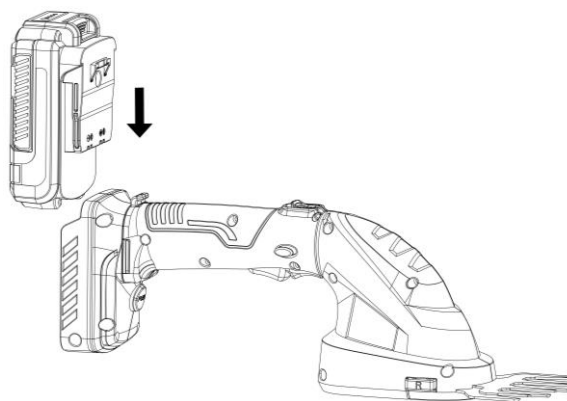
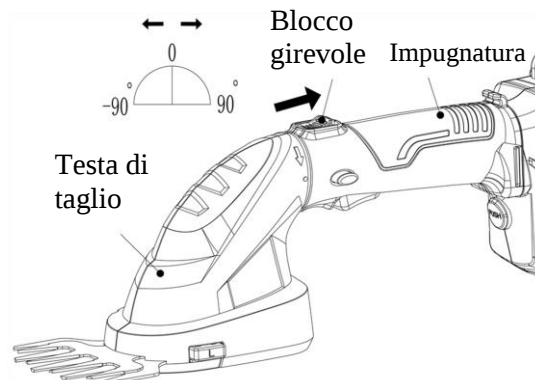

Fig. 3
Fig. 4
4.4- Installazione/rimozione del pacco batteria (6)
- Inserire completamente il pacco batteria nel vano batteria per installarlo. Fare riferimento alla Fig. 3.
- Per rimuovere il pacco batteria, premere il pulsante di rilascio della batteria (5) ed estrarlo.
- Tenere saldamente l'impugnatura e far scorrere il blocco girevole per rilasciare la testina di taglio. Vedere la Fig. 4 per riferimento.